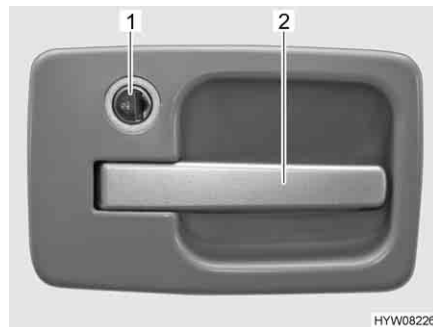

Fig. 23 Serratura della porta, porta di ingresso, lato esterno
- Inserire la chiave nel cilindro della serratura (Fig. 23,1) e ruotare fino a quando la serratura della porta si sblocca.
- Tirare la maniglia della porta (Fig. 23,2). La porta è aperta.
- Inserire la chiave nel cilindro della serratura (Fig. 23,1) e ruotare fino a quando la serratura della porta si blocca.